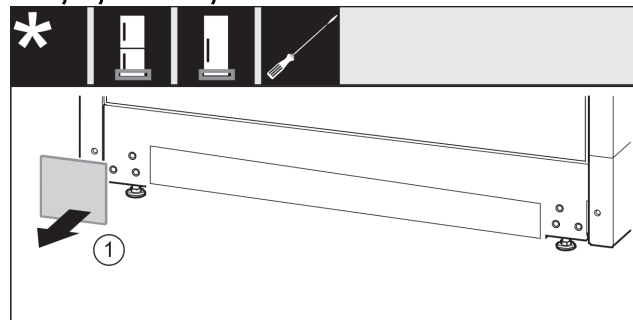

Fig. 15
- ▶ Αφαιρέστε το κάλυμμα Fig. 15 (1).